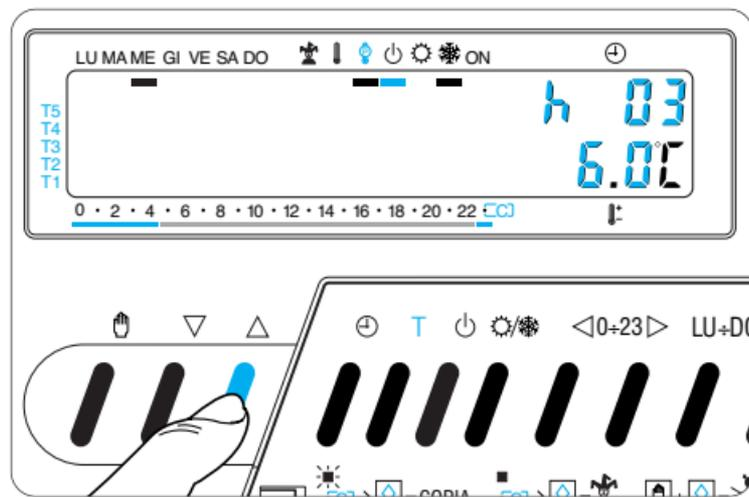

Fig. 61
**16.3** - Premere il pulsante  o  sino a raggiungere il numero di ore desiderato da 1 a 99 (fig. 61). Nel conteggio delle ore è compresa anche quella in cui viene effettuata la programmazione (quindi il residuo dell'ora in cui si effettua l'operazione viene conteggiato come 1 ora). Al termine del conteggio l'apparecchio si riporterà in funzionamento AUTOMATICO.